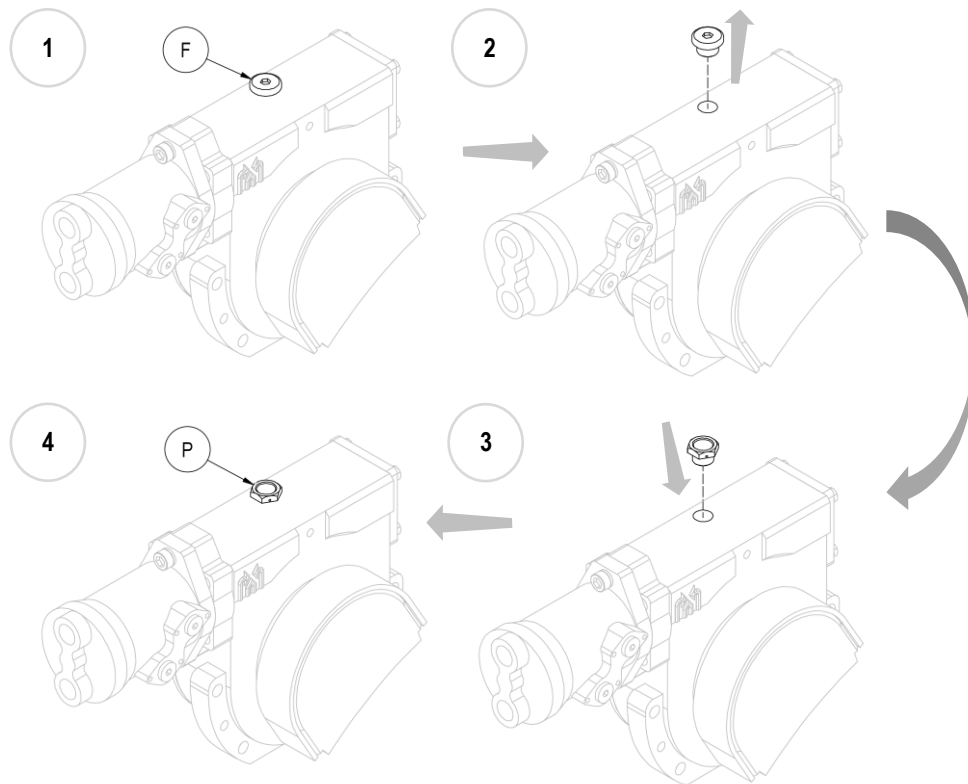

Abbildung 5
9. **Bitte beachten:** Wenn das Gerät montiert ist, müssen Sie vor dem Gebrauch erst den Blindstutzen für die Öleinfüllung aus Eisen (F) mit dem mitgelieferten Füllstutzen aus Kunststoff (P) mit Entlüftungsschraube austauschen (siehe *Abbildung 5*).